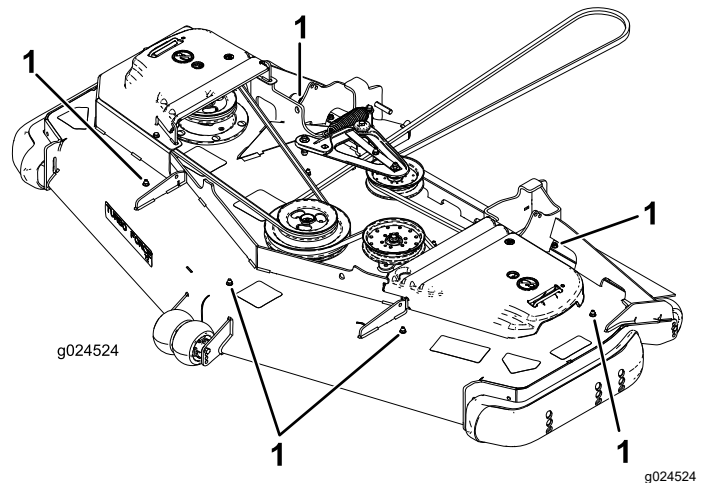

Figura 1
7. Rimuovete le 6 viti a testa esagonale (5/16" x 3/4") e i 6 dadi flangiati (5/16") inseriti nei fori di montaggio esposti sul piatto (**Figura 1**).
- Montate il deflettore con spingitore corretto su ciascuna camera, utilizzando 1 bullone a testa tonda ($\frac{3}{8}$ " x $\frac{7}{8}$ ") e 1 dado flangiato ($\frac{3}{8}$ "), come illustrato nella Figura 1.